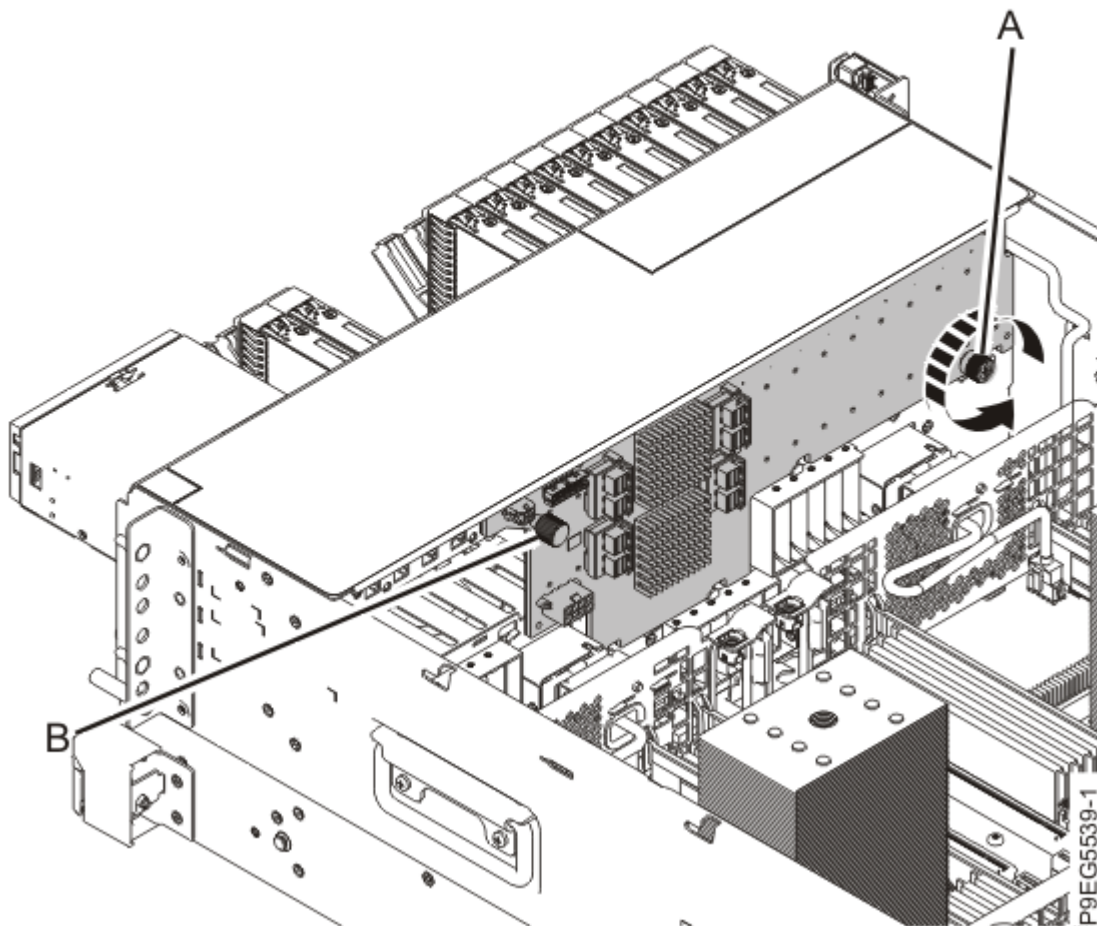

Abbildung 47. Schraube an der Plattenlaufwerksrückwandplatine lösen
9. Lösen Sie vorsichtig die Rändelschraube **(A)** der Plattenlaufwerksrückwandplatine, bis sie vollständig lose ist (siehe Abbildung 47 auf Seite 53).